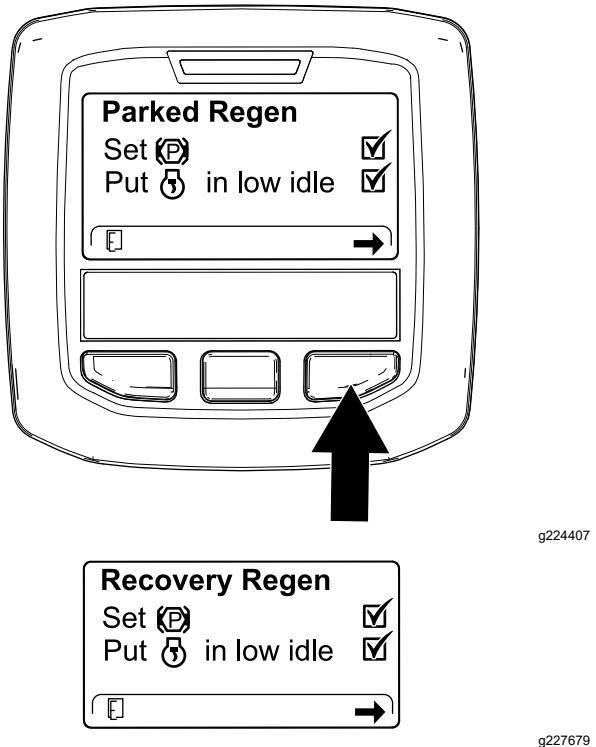

Figure 91
3. Sur l'écran de la liste de contrôle du FAP, confirmez que le frein de stationnement est serré et que le moteur tourne au ralenti (Figure 91).